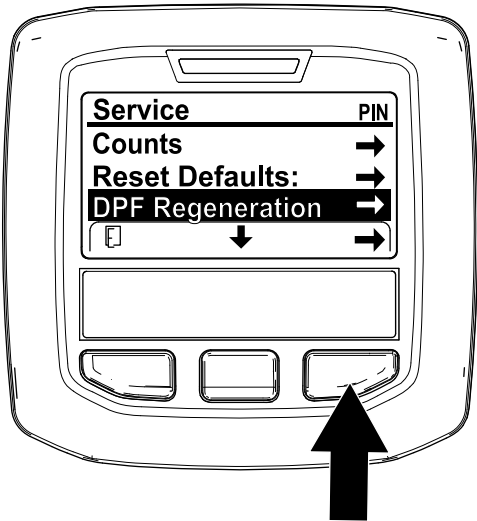

Figura 24
1. Aceda ao menu de manutenção, pressione o botão central para se deslocar para a opção REGENERAÇÃO DO DPF (Figura 24).
2. Pressione o botão direito para seleccionar a entrada Regeneração do DPF (Figura 24).